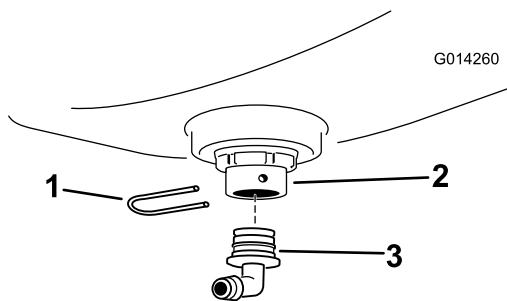

Figura 9
3. Montate un raccordo a 90° sul diaframma e assicuratelo con una forcella di fissaggio (Figura 9).
5. Montate il segmento del flessibile di 43,3 cm che avete tagliato al passaggio Taglio del flessibile \(pagina 5\) sul raccordo a 90° con una fascetta stringitubo e serrate la fascetta manualmente (Figura 9).